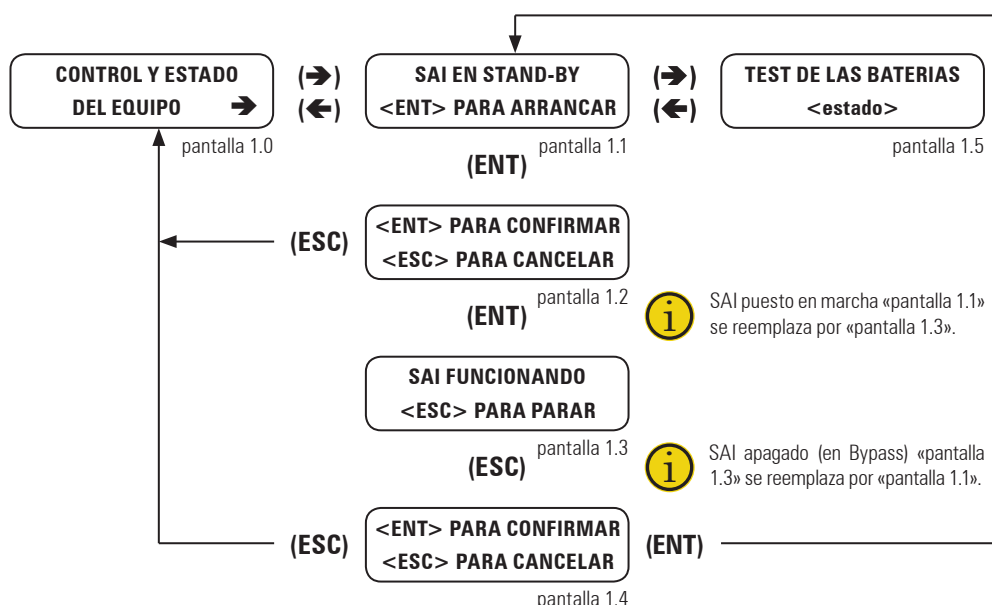
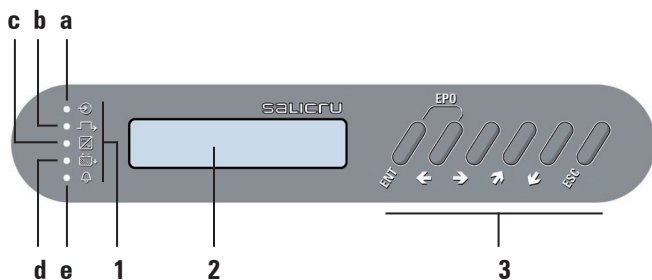

Fig. 25. Procedimiento de puesta en marcha / paro.
Fig. 26. Indicaciones de LED del panel de control **(PC)**.
- En este punto, y sin ninguna alarma activa, los LEDs verde de Tensión de entrada OK, y naranja de Equipo en Bypass deberán estar encendidos (**(a)**, **(b)** de la Fig. 26).
- Poner en marcha el ondulador. A través del teclado del panel de control (**3**) (ver Fig. 26), desplazarse hacia abajo hasta el submenú «CONTROL Y ESTADO DEL EQUIPO» (pantalla 1.0), y luego una vez a hacia la derecha. Se visualizará la pantalla 1.1, en la que para poner el equipo en marcha indica presionar (**ENT**). Presionarlo, y confirmar la operación con una segunda pulsación sobre (**ENT**). Ver el diagrama de la Fig. 25.
- Asegurarse que el LED de ondulator en marcha **(c)** se encuentra encendido (verde), y el LED de Bypass **(b)** se encuentra apagado (ver Fig. 26).
- Apagar el ondulator. A través del teclado del panel de control **(3)** (ver Fig. 26), desplazarse hacia abajo hasta el submenú "CONTROL Y ESTADO DEL EQUIPO" (pantalla 1.0), y luego una vez hacia la derecha. Se visualizará la pantalla 1.3, en la que se indica que para parar el equipo se tiene que pulsar **(ESC)**. Pre-
sione la tecla, y luego confirme la operación pulsando la tecla **(ENT)**. Ver el diagrama de la Fig. 25.
- Apagar el ondulador. A través del teclado del panel de control **(3)** (ver Fig. 26), desplazarse hacia abajo hasta el submenú "CONTROL Y ESTADO DEL EQUIPO" (pantalla 1.0), y luego una vez hacia la derecha. Se visualizará la pantalla 1.3, en la que se indica que para parar el equipo se tiene que pulsar **(ESC)**. Presione la tecla, y luego confirme la operación pulsando la tecla **(ENT)**. Ver el diagrama de la Fig. 25.
- Poner en marcha el ondulador. A través del teclado del panel de control **(3)** (ver Fig. 26), desplazarse hacia abajo hasta el submenú «CONTROL Y ESTADO DEL EQUIPO» (pantalla 1.0), y luego una vez a hacia la derecha. Se visualizará la pantalla 1.1, en la que para poner el equipo en marcha indica presionar **(ENT)**. Presionarlo, y confirmar la operación con una segunda pulsación sobre **(ENT)**. Ver el diagrama de la Fig. 25.
- Asegurarse que el LED de ondulador en marcha **(c)** se encuentra encendido (verde), y el LED de Bypass **(b)** se encuentra apagado (ver Fig. 26).